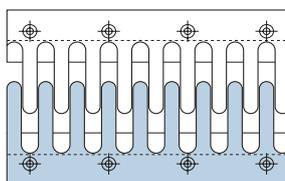

Fig.1
- Las juntas WP se fabrican bajo pedido y se adaptan al sentido de desplazamiento de la estructura, recto (fig.1) o con esviaje (fig.2);